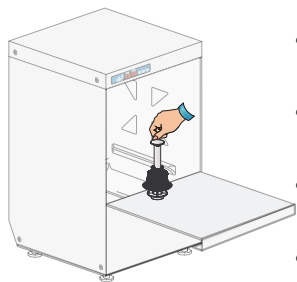
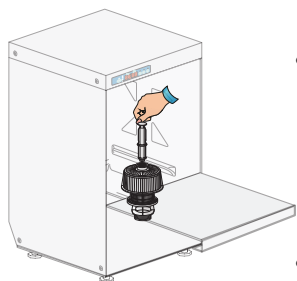

рис. 1
рис. 2
- Проверить правильную посадку фильтра (рис. 1-рис. 2).
- Вставьте переливную трубку в специальное отверстие внутри ванны мойки (рис. 1-рис. 2).